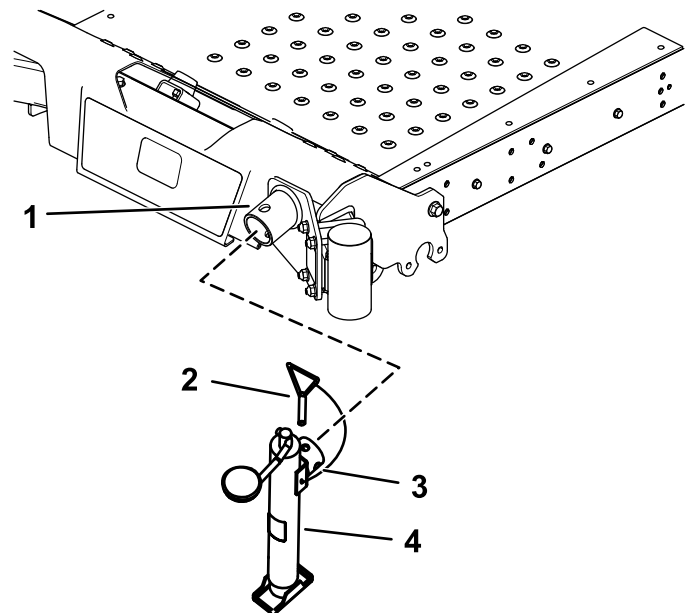

Figura 2
3. Sujete el gato al soporte del gato con un pasador de gato (Figura 2).